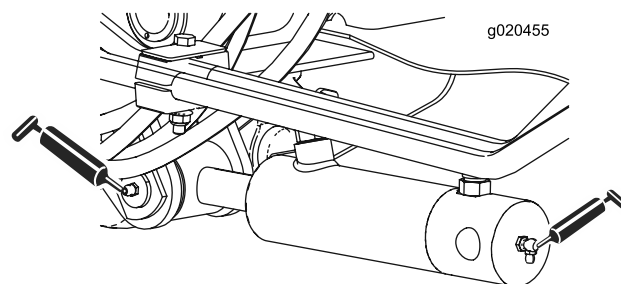

Рисунок 39
- Втулки цилиндров подъемных рычагов (2 шт.с каждой стороны) (Рисунок 39)